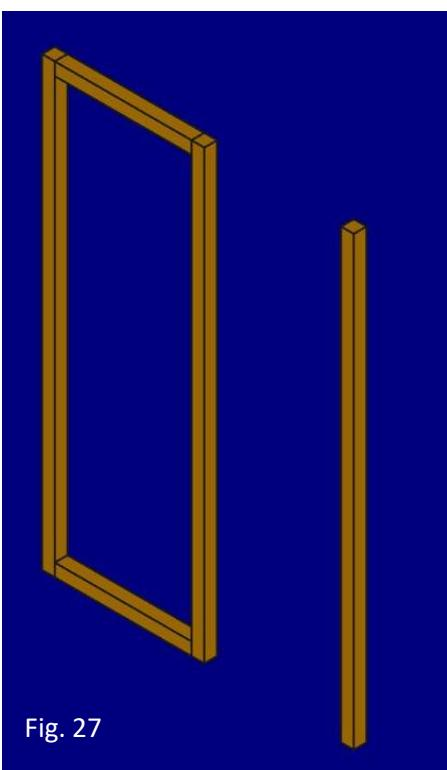

Fig. 27
2. Tagliate 4 listelli più piccoli e unite orizzontalmente i 3 listelli verticali (fig. 27)